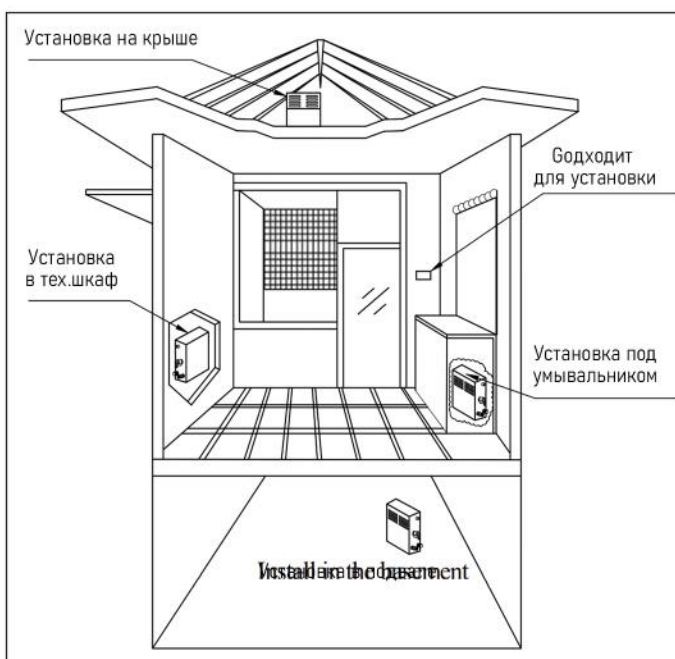

Рисунок 5 Места установки парогенератора
- Генератор должен быть установлен в сухом и хорошо проветриваемом месте. Он может быть установлен как на стене, так и на земле, но должен быть хорошо закреплен. Установите генератор как можно ближе к парилке, например, в шкафу, под умывальником или в подвале. (См. рисунок 5).